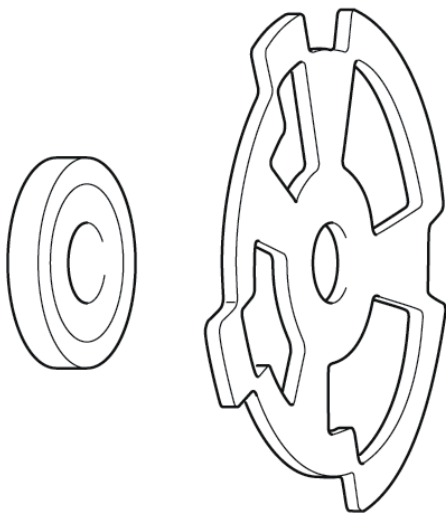

Fig. 1: Rueda de transmisión con disco distanciador desmontado
**Engranajes de metal sinterizado:** La rueda de transmisión y el disco distanciador están divididos (fig. 1). El disco distanciador está insertado a presión en el engranaje. La rueda de transmisión del sensor del árbol de levas se monta en el árbol de levas de admisión antes del engranaje con el disco distanciador insertado.